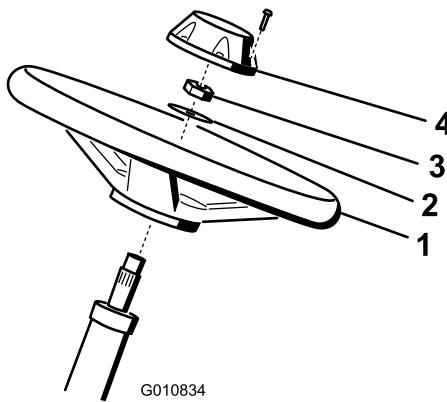

图4
1. 将方向盘滑入转向轴 (图4)。
2. 将垫圈滑入转向轴 (图4)。
3. 使用锁紧螺母将方向盘固定到转向轴上、旋紧至 $27\sim35N\cdot m$ (图4)。
4. 将中心盖安装到方向盘上，并用螺丝固定 (图4)。